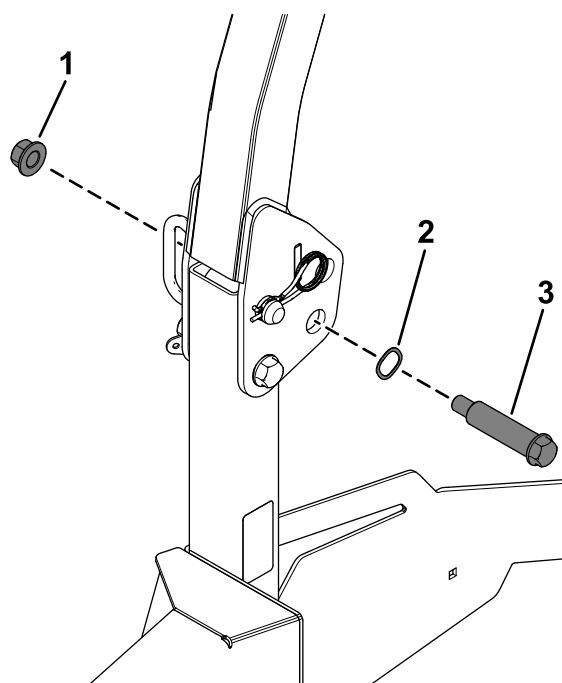

Figura 4
1. Sujete el perno de cuello largo a la barra antivuelco con una arandela ondulada y una contratuercas ($\frac{1}{2}$ "), como se muestra en la Figura 4.